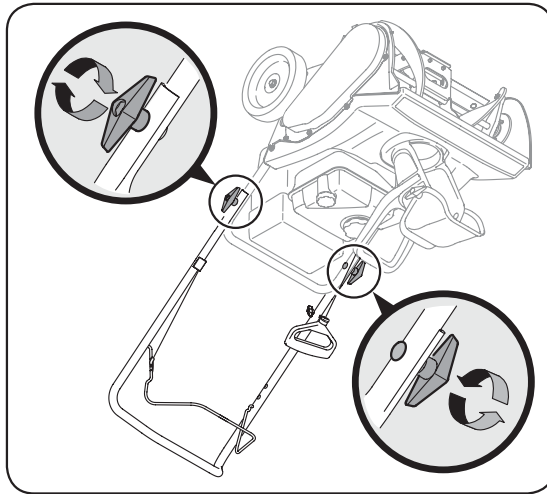

Figure 3-2
3. Serrez les bouton. Voir la Figure 3-2.